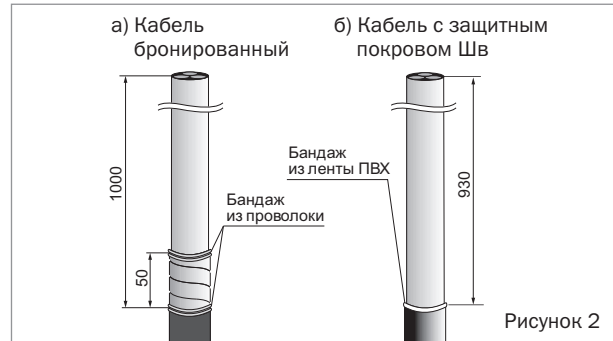

Рисунок 2
- На расстоянии 50 мм от среза защитного покрова наложить поверх бронелент бандаж из 2–3 витков стальной оцинкованной проволоки (рисунок 2а).
- Для кабеля с защитным покровом типа Шв выполнить продольный надрез от кольцевого надреза до конца кабеля и удалить шланг (рисунок 2б).